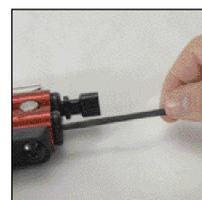

Figura 6. La llave Allen 3/16" se utiliza para ajustar la velocidad.
2. Ajuste la velocidad con una llave Allen 3/16" para hacer girar el ajustador de velocidad. Ver Figura 6. Haga girar el ajustador en el sentido de las agujas del reloj para aumentar la velocidad. Haga girar el ajustador en el sentido contrario a las agujas del reloj para reducir la velocidad. Hacer girar el ajustador de velocidad modifica la cantidad de presión que se ejerce sobre el resorte del percutor. Este resorte puede cambiarse para mayor ajuste de la velocidad. Coloque un resorte más rígido para aumentar la velocidad y uno menos rígido para reducirla (los resortes se presentan en rojo, azul y blanco, correspondiendo el rojo al resorte más rígido y el blanco al menos rígido). Ver la página siguiente para más detalles sobre los resortes.